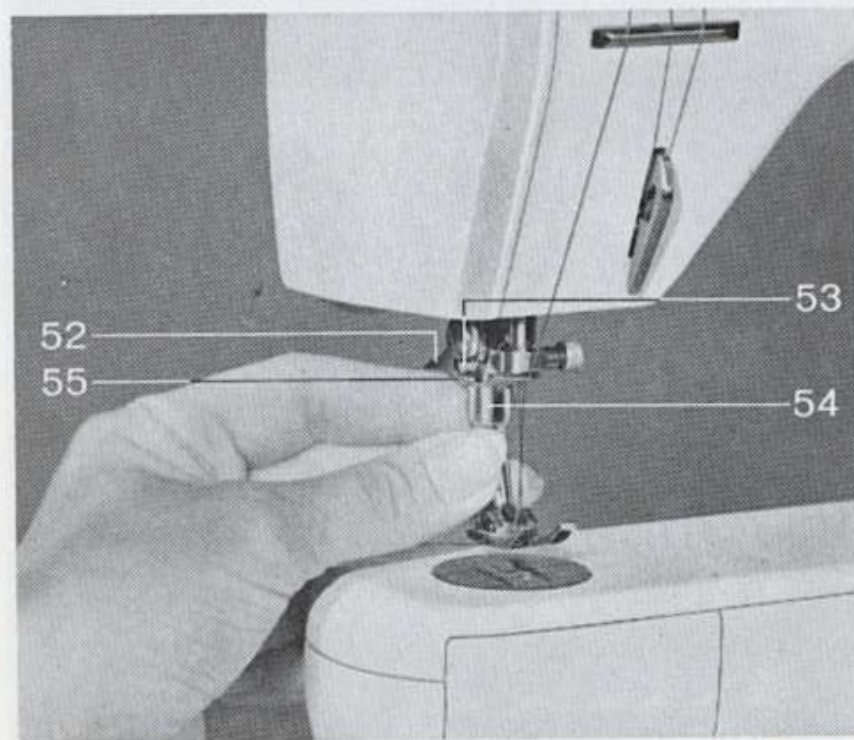

Fig. 22
a) *Enlèvement du pied-de-biche* (fig. 22)